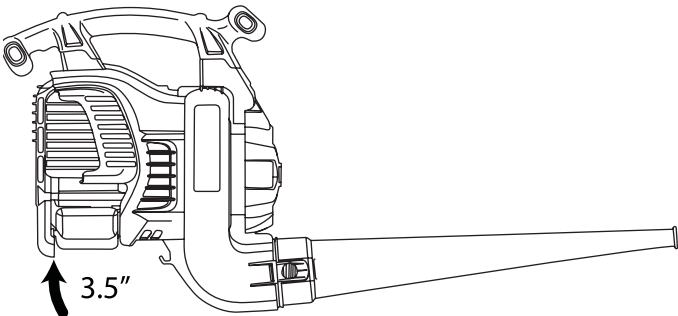

Fig. 21
2. Placez l'appareil sur une surface plane pour que le cultivateur soit en position horizontale afin de relever correctement le niveau d'huile (Fig. 21).
3. Soulever l'arrière de l'appareil d'environ 9 cm afin de pouvoir lire le niveau d'huile correctement (Fig. 21)